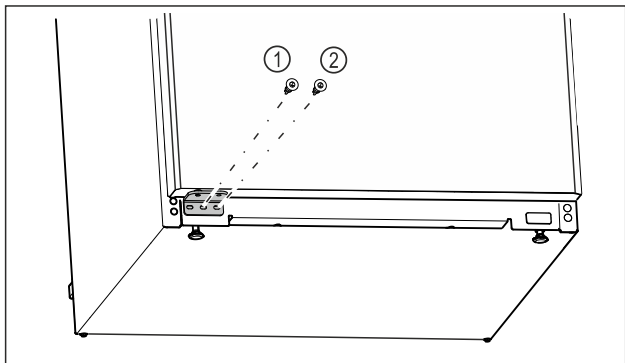

Fig. 22
- ▶ Затегнете централния винт на лагерната стойка Fig. 22 (1) с отвертка Torx 20.
- ▶ Затегнете вътрешния винт на лагерната стойка Fig. 22 (2) с отвертка Torx 20.